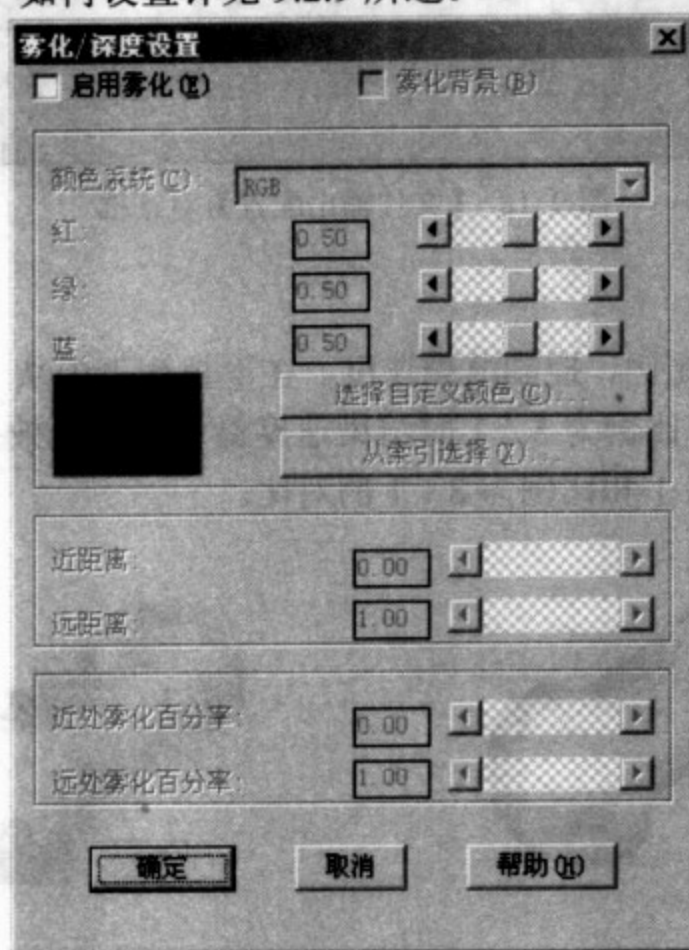

图 9-21 【雾化/深度设置】对话框
设置渲染对象的雾化/深度效果。单击 **雾化/深度设置 (F)...** 按钮，弹出【雾化/深度设置】对话框，如图 9-21 所示，如何设置详见 9.2.9 所述。